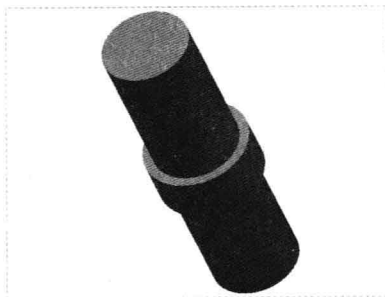

图 16-62 创建拉伸特征 3
Step 06 返回“拉伸”选项卡，设置拉伸高度为 32，单击“应用并保存在工具中所做的所有更改，然后关闭工具操控板”按钮 ，完成拉伸特征的创建，如图 16-62 所示。